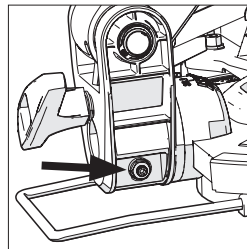

Fig. 10
- Use una llave Allen para girar el tornillo de ajuste hacia dentro o fuera según se requiera (Fig. 10).